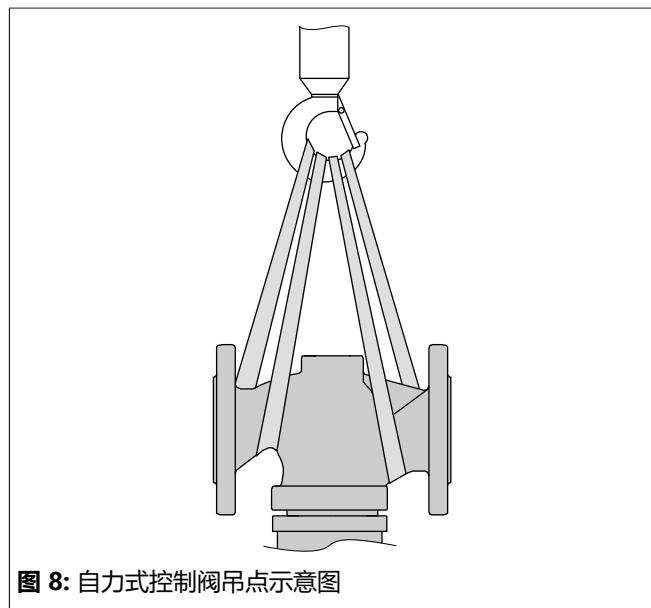

图 8: 自力式控制阀吊点示意图
- ⇒ 使用带安全锁扣的挂钩防止吊索在提升和运输期间滑离挂钩（参见图 8）。
1. 将一根吊索附接至阀体的每个法兰以及起重机或叉车的装配设备（例如，挂钩）（请参见图 8）。